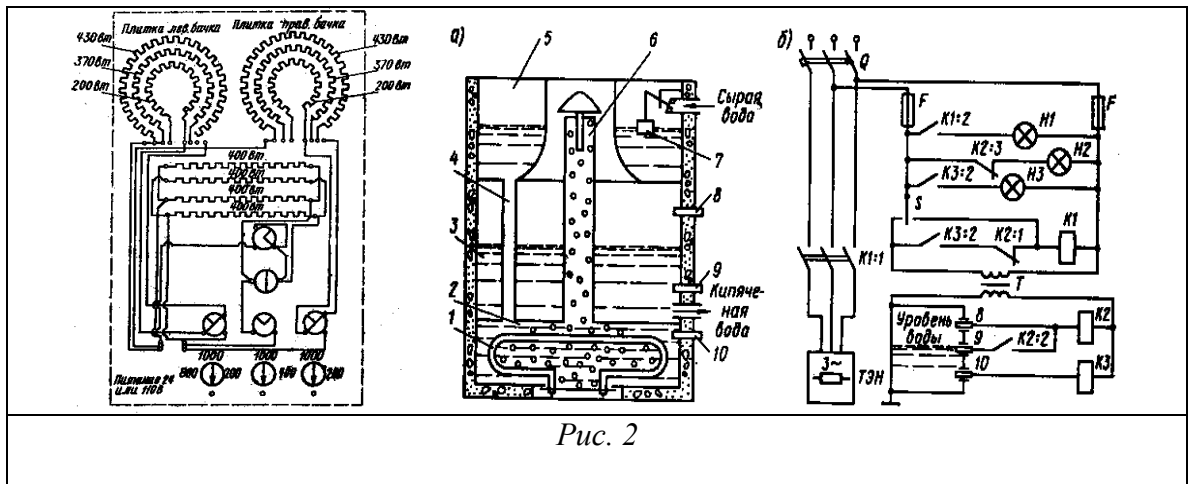

Рис. 2
2. Конструкция электронагревательных элементов, правила эксплуатации и ТБ электронагревательных элементов и приборов (рис. 2). Состав и работа схем судового камбуза типа КК-1, кипятильника непрерывного действия. Правила ТЭ и ТБ, требования Регистра